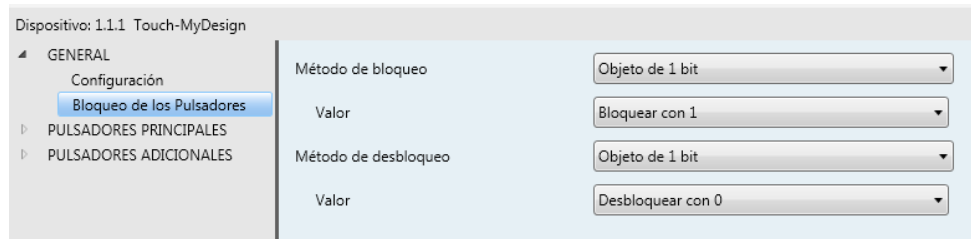

Figura 9. Bloqueo de los pulsadores (General).
- **Bloqueo de los pulsadores.** Esta función permite al dispositivo entrar en un estado de bloqueo (durante el cual ignorará las pulsaciones del usuario) y salir de él en función de ciertas órdenes recibidas desde el bus. Para ello deben configurarse los siguientes parámetros desde la ventana “Bloqueo de los pulsadores”, que se despliega al habilitar la función; ver Figura 9.